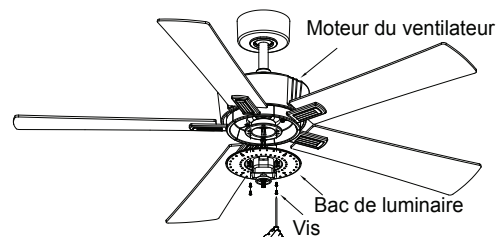

Fig. 19
**Étape 3.** Alignez les trous de vis du bac de luminaire avec les trous de vis de l'anneau de fixation du moteur du ventilateur. Réinstallez et serrez bien les quatre vis retirées auparavant à l'étape 2. (Fig. 19)